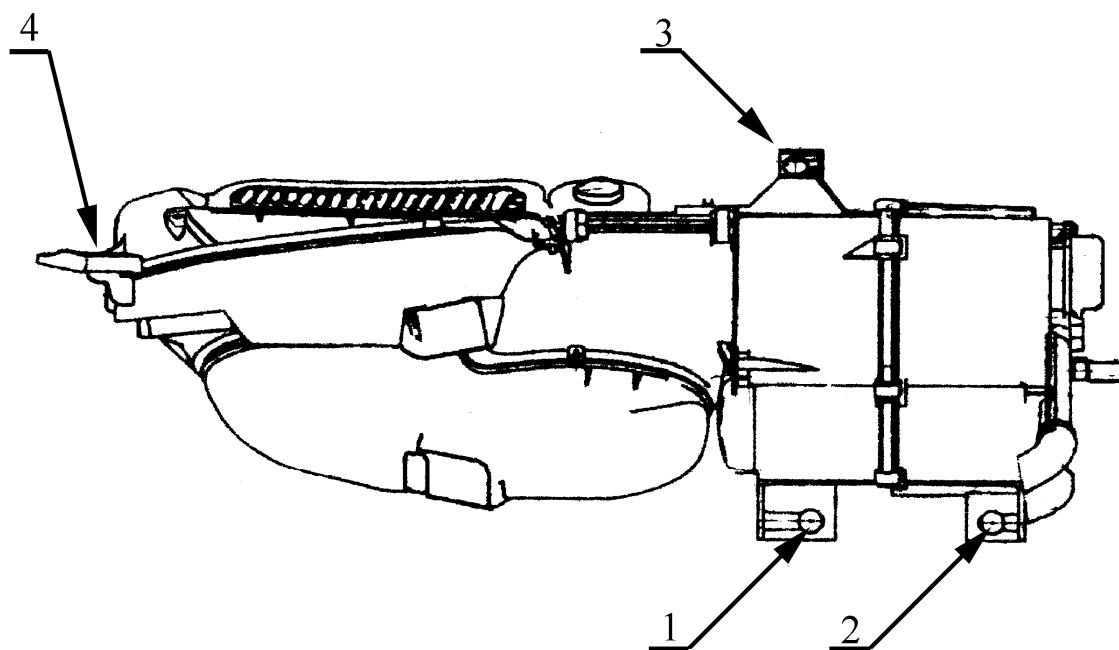

Рис.2. Порядок затяжки монтажных гаек и винта.
- затяжку монтажных гаек 2, рис.1, и винта 3 последовательности приведенной на рис.2.